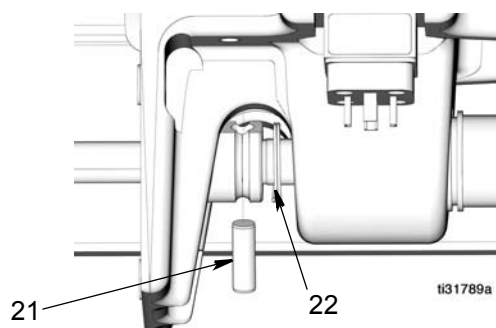

图 33
3. 将销钉 (21) 穿过对齐的孔。将固定弹簧 (22) 推到销钉 (图 33) 上。